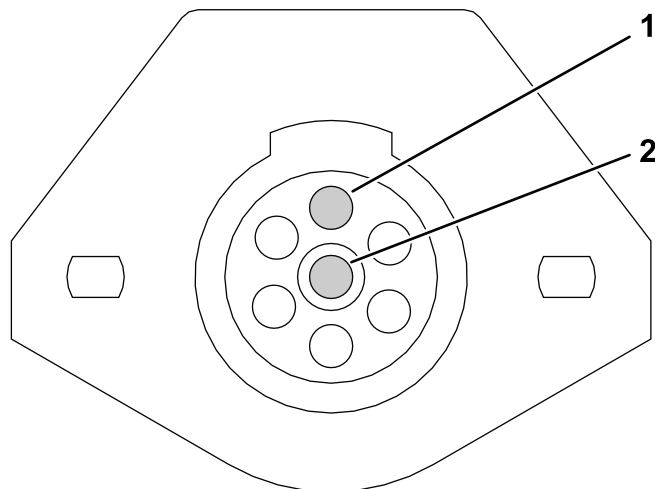

Figure 17
3. Desserrez les vis des broches 1 et 7 (Figure 17).
5. Reliez le fil noir à la broche 1 et le fil blanc à la broche 7 (Figure 17).